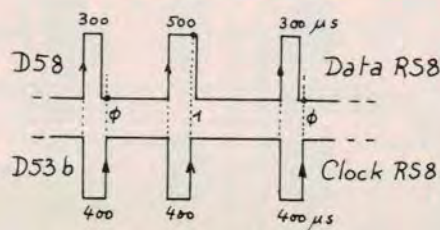

Fig. 5. - Extraction de la signature PCM.
**- Analyse de la signature PCM.** Le signal D58 est appliqué à l'entrée d'un monostable simple « UV » délivrant des impulsions de 400  $\mu$ s théoriques (voir fig. 5). Impulsions disponibles en D56 en positif et en D53 en négatif. Si l'impulsion incidente D58 est de 300  $\mu$ s, elle est plus courte que celle de D56, sinon... elle est plus longue ! La constante de temps R4-C4 permet le calage des 400  $\mu$ s. Un point test P48 permettra le calibrage, lors des essais. Les impulsions